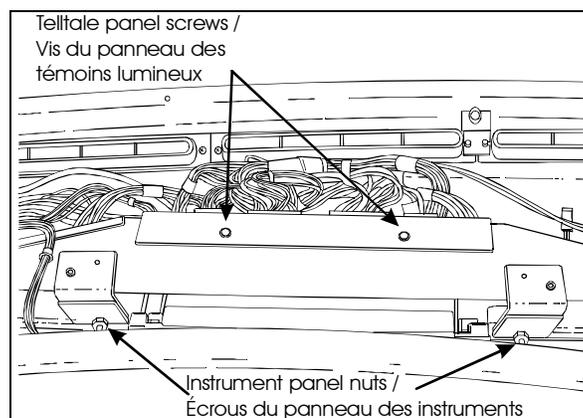

FIGURE 2 : ÉLÉMENTS DU TABLEAU DE BORD
5. Dévisser les écrous fixant le panneau des instruments au logement du tableau de bord (figure 2).